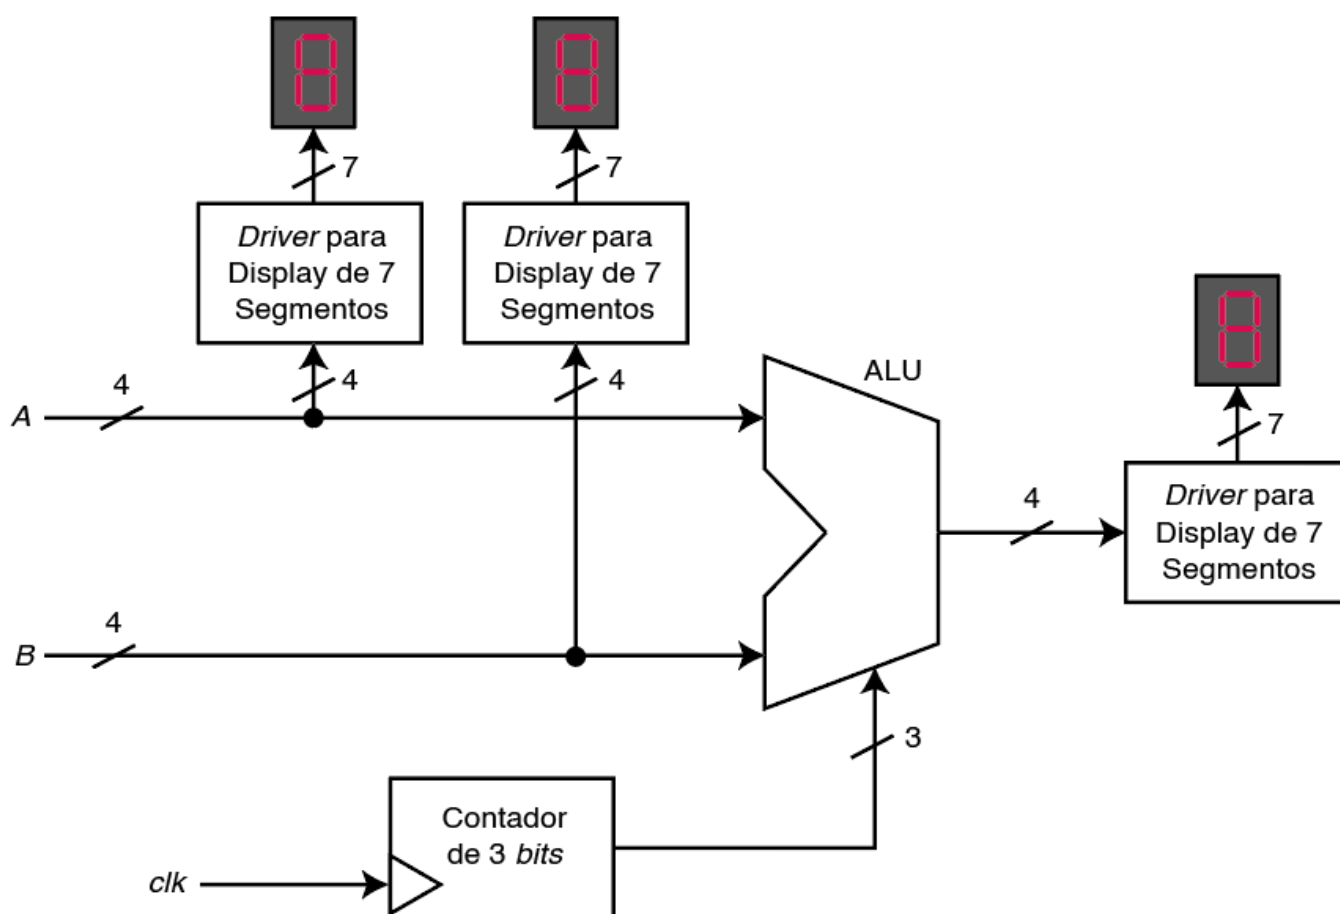

Figura 1 – Calculadora Elementar.
O sistema apresentado na Figura 1 consiste em uma calculadora elementar de 4 *bits*, em que se utiliza uma unidade lógico-aritmética (ALU) de 4 *bits* e com tabela de operação apresentada no Quadro 1.
1. Implemente, utilizando uma das abordagens já estudadas no curso, todos os blocos presentes na Figura 1.
2. Utilizando os blocos projetados no item (1), implemente o sistema apresentado na Figura 1.